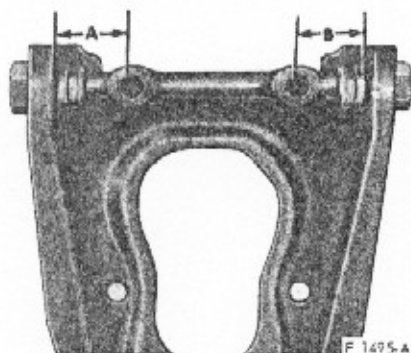

fig. 6 — centralização do eixo interno no braço superior
9. Colocar o eixo no braço, aplicar graxa nas buchas e anéis de vedação e instalar as buchas no eixo e no braço. Girar as buchas de modo que o eixo fique corretamente centrado no braço. O eixo estará centrado quando as dimensões A e B (fig. 6) forem iguais.